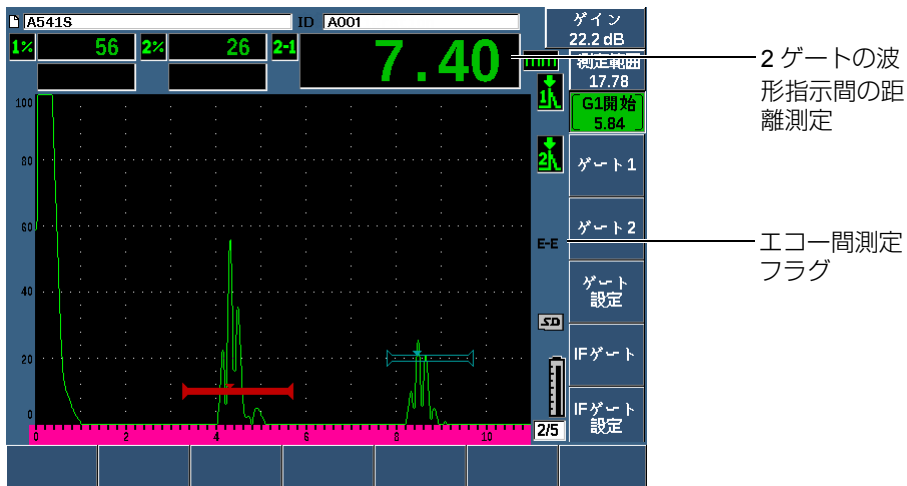

図 7-7 エコー間測定の例
2. 131ページの図7-7の例にあるように、ゲート1を最初の検出エコーの上に配置し、ゲート2を2番目のエコーの上に配置します。